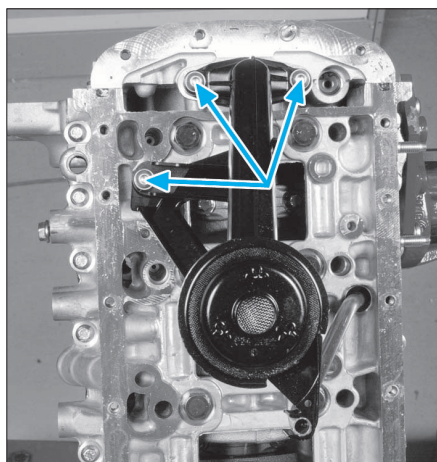

FIG. 35
- Déposer la crépine (Fig.35).